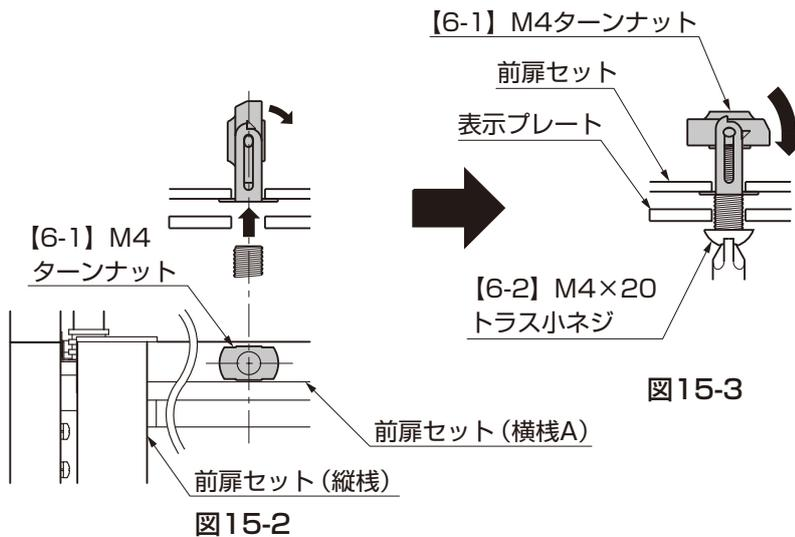

図15-2
- ② [6-1] を横棧Aと横棧Bにあけた穴4箇所へ挿入してください。(図15-2参照)
- [6-1] は図15-2の向きに差込んでください。傾くとネジが取付かなくなります。
- ③ [6-1] に [6-2] を差込み、表示プレートを取付けてください。(図15-2、図15-3、図15-4参照)
- ①各ネジ類の締付けを確認してください。
- ②上扉の開閉がスムーズに行なえるか確認してください。開閉するときに、上カバー等に擦っていないか確認してください。
- ③前扉セットの開閉とパチン錠セットの掛け外しを行ない、パチン錠セットの掛け外しが正常に行なえるか確認してください。
- ④正常に動作しない場合は、アジャスターを再度調整してダストックを水平にしてください。